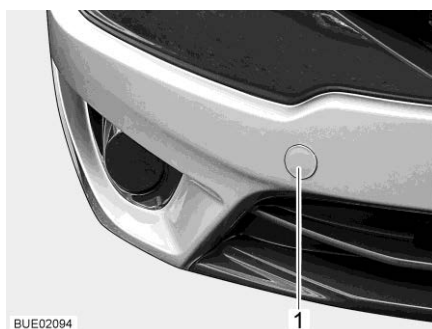

Bild 57 Lock till bogseröglans fäste (exempel)
- Tag bort plattan (Bild 57,1).